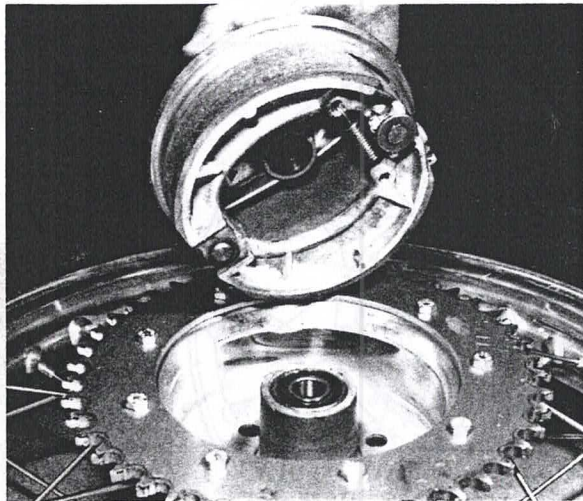

Bild 175
- Das Kettenrad ist mit neun Schrauben an der Bremstrommel befestigt, die immer fest angezogen sein müssen (Bild 175). Zum Ausbauen des Kettenrades diese Schrauben ausschrauben. Zusammen mit dem Kettenrad sollte immer auch das Getrieberitzel und die Antriebskette ersetzt werden. Wenn alte und neue Teile aufeinander laufen, ist die Abnützung sehr hoch.